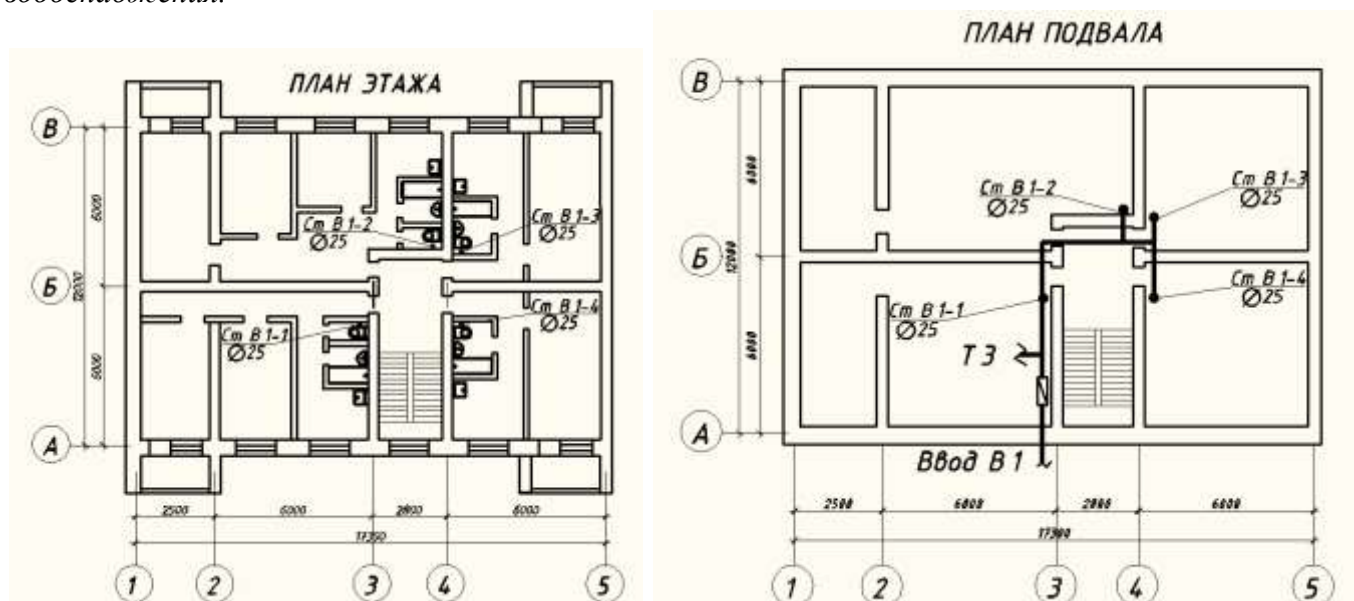

Рисунок 5.1 – План первого этажа, план подвала
1 Замоделировать систему внутреннего водопровода в программе Renga. План этажа см. рис.5.1
На плане этажа здания намечаются точками места размещения водопроводных стояков. Все стояки должны быть пронумерованы (Ст В1- 1, Ст В1-2 и т.д.)(см. рис.5.1).
4. Все стояки на плане этажа переносятся на план подвала, подписываются, а затем наносится магистраль, соединяющая стояки (см. рис. 5.1). Магистральная линия подписывается — В
На аксонометрической схеме показывают (см. рис. 5.1):